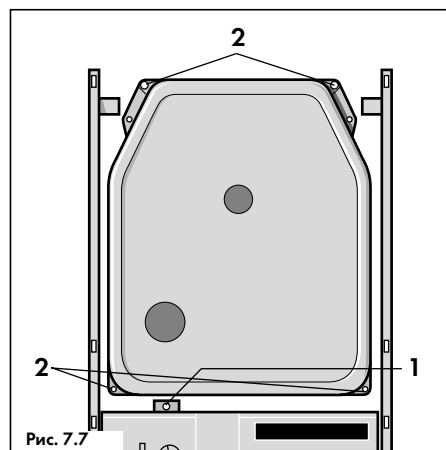
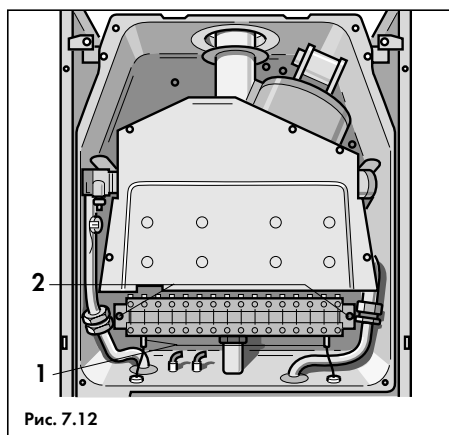

Рис. 7.7
Рис. 7.12
- Выкрутить винты (2, рис. 7.7) и снять переднюю стенку турбо-камеры со смотровым окошком. Отсоединить кабели от электродов розжига и ионизационного контроля (1, рис. 7.12);
- Выкрутить 2 винта (2, рис. 7.12) и вытащить горелку вместе с отсоединенными от кабелей электродами розжига и ионизационного контроля из турбо-камеры;
- Установить горелку вместе с отсоединенными от кабелей электродами розжига и ионизационного контроля (1, рис. 7.12) в турбо-камеру, закрепив ее двумя винтами (2, рис. 7.12);
- Присоединить кабели от электродов розжига и ионизационного контроля (1, рис. 7.12). Навесить переднюю крышку турбо-камеры на проушины и закрепить её винтами (2, рис. 7.7). Убедиться в качественном уплотнении крышки турбо-камеры;
- Поднять панель управления и закрепить ее винтом (1, рис. 7.7);